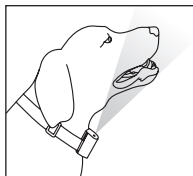

Fig. 2
2. Mettez le collier autour du cou de votre chien debout de manière à ce que l'orifice du pulvérisateur soit perpendiculaire à son nez (fig. 2) et réglez la taille appropriée.